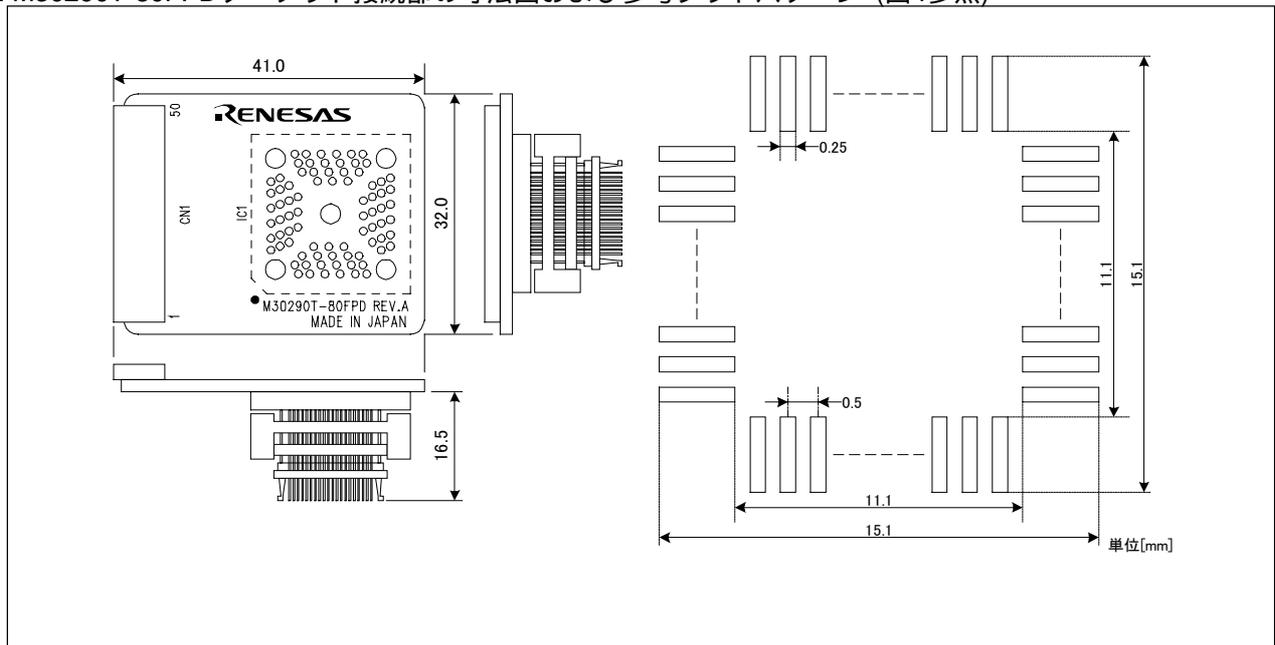

図4 M30290T-80FPDターゲット接続部の寸法図および参考フットパターン
6. M30290T-80FPDターゲット接続部の寸法図および参考フットパターン (図4参照)